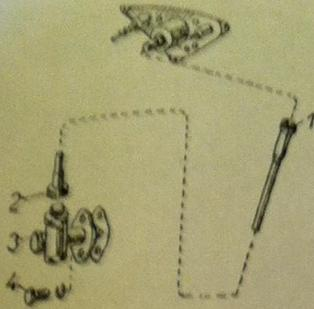

Fig. 154
6. Déconnecter la commande du compte-tours en dévissant l'écrou de raccord (fig. 154), et expulser la commande hors du guide du compte-tours.
Si le coude de renvoi (fig. 154/3) est défectueux, dévisser l'écrou de raccord de l'arbre de commande de coude et déposer le coude du couvercle avant du carter moteur en dévissant de deux vis M 8X25 (fig. 154/4).